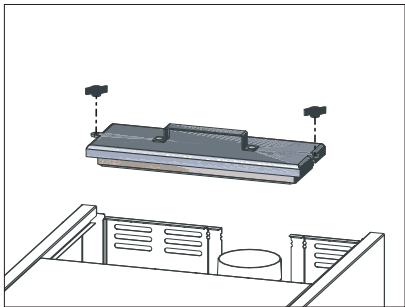

Fig. 35 Togliere il coperchio
- Rimuovere i fissaggi a vite del coperchio di pulizia e togliere il coperchio – Fig. 35.